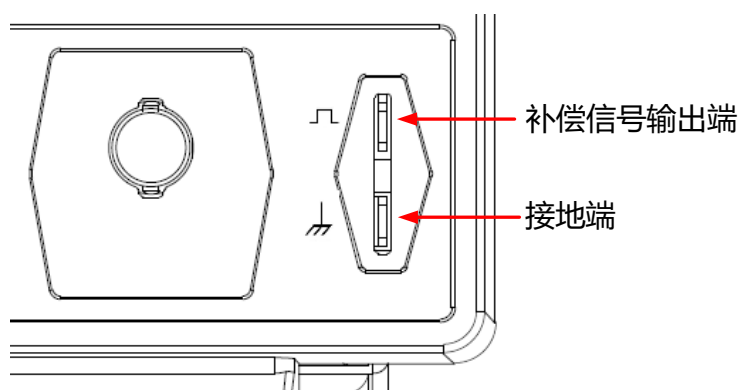

图 5.4 补偿信号
2. 将探头的接地鳄鱼夹连接至图 5.4 所示的“接地端”。
3. 使用探头连接示波器的通道 1（CH1）输入端和图 5.4 所示的“补偿信号输出端”。